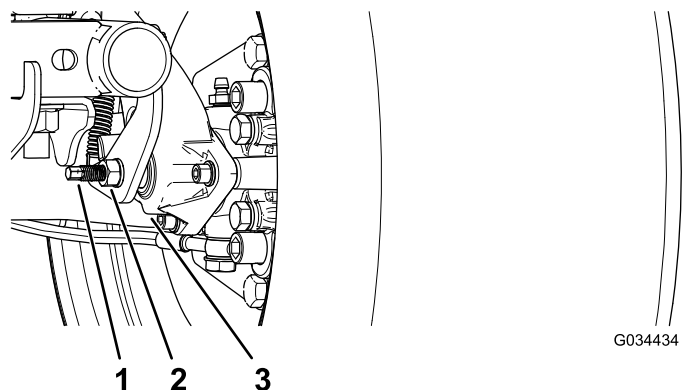

図 62
3. レンチを2本使用し、1本のレンチでキャリパの調整ポストが回らないように保持しながら、もう1本でジャムナットを1/4回転ゆるめる **図 62**。
4. 調整ポストとジャムナットを保持した状態で、調整ポストを回して締め付ける **図 62**。
5. 調整ポストとジャムナットを保持した状態で、1/4回転だけでもどす **図 62**。
6. 調整ポストとジャムナットを保持した状態で、ジャムナットを締め付ける **図 62**。